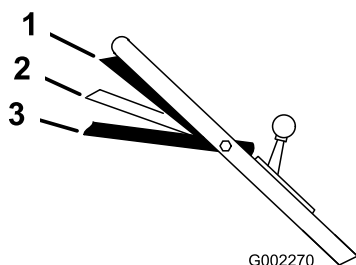

Figura 13
3. Apriete la barra de control contra el manillar hasta la posición Marcha/avance (Figura 13).